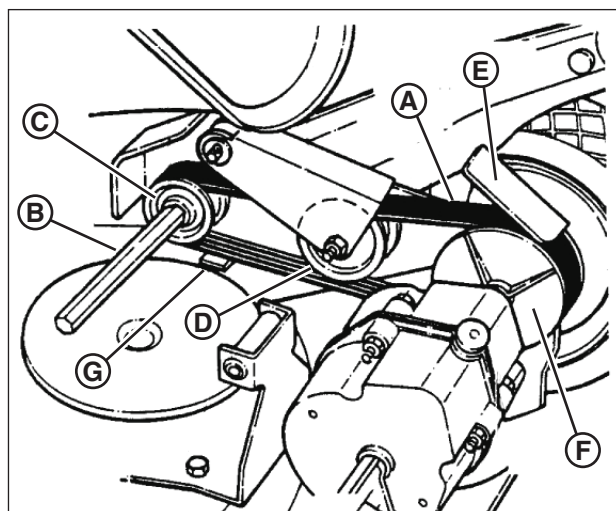

Figure 35: Parcours de la courroie en V
3. Placez la courroie en V (**A, Figure 35**) autour de l'arbre hexagonal (**B**) puis sur la poulie d'entraînement (**C**).